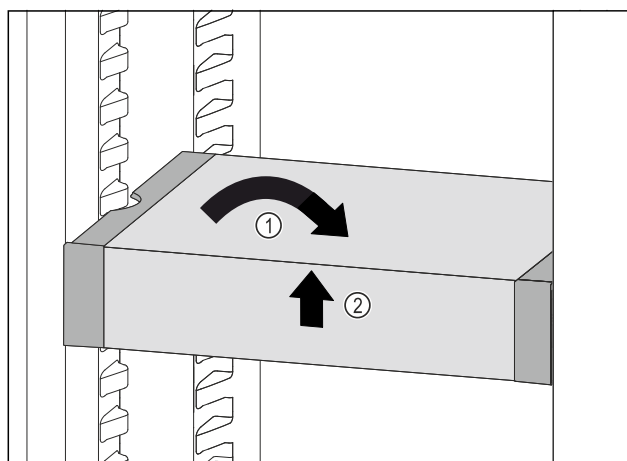

Fig. 113
- ▶ VarioSafe postavte rovně. Fig. 113 (1)
- ▶ VarioSafe vpředu zvedněte. Fig. 113 (2)